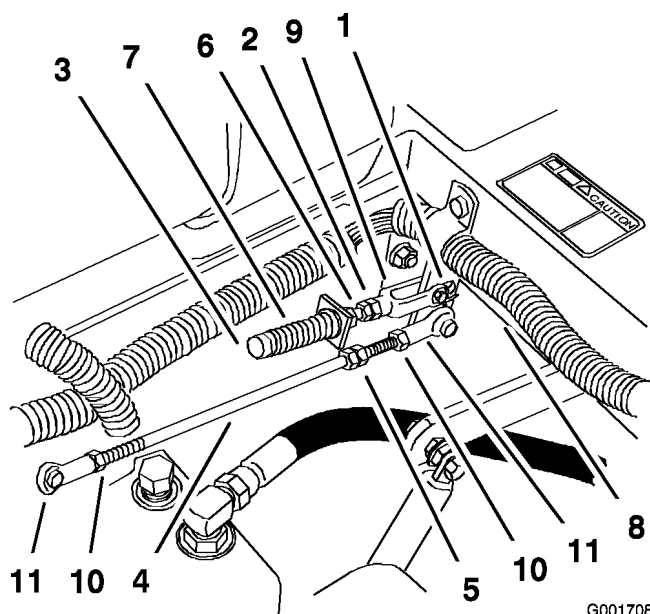

Figure 56
1. Desserrez les contre-écrous sur les rotules de la tige de commande de la pompe (Figure 56).
- Réglez la longueur de la tige de pompe en tournant les doubles écrous dans le sens voulu, jusqu'à ce que la roue soit immobilisée ou tourne légèrement en marche arrière (Figure 56).
- Serrez les contre-écrous contre les rotules (Figure 56).